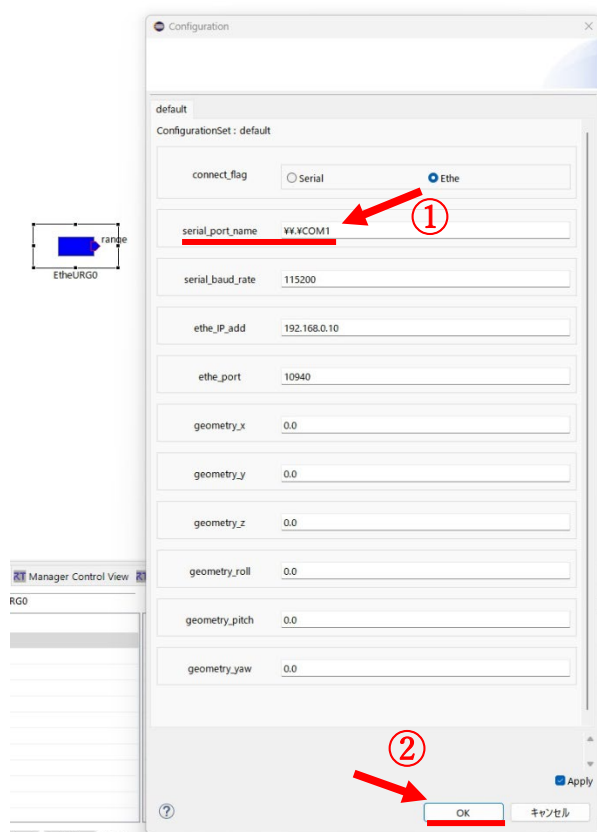
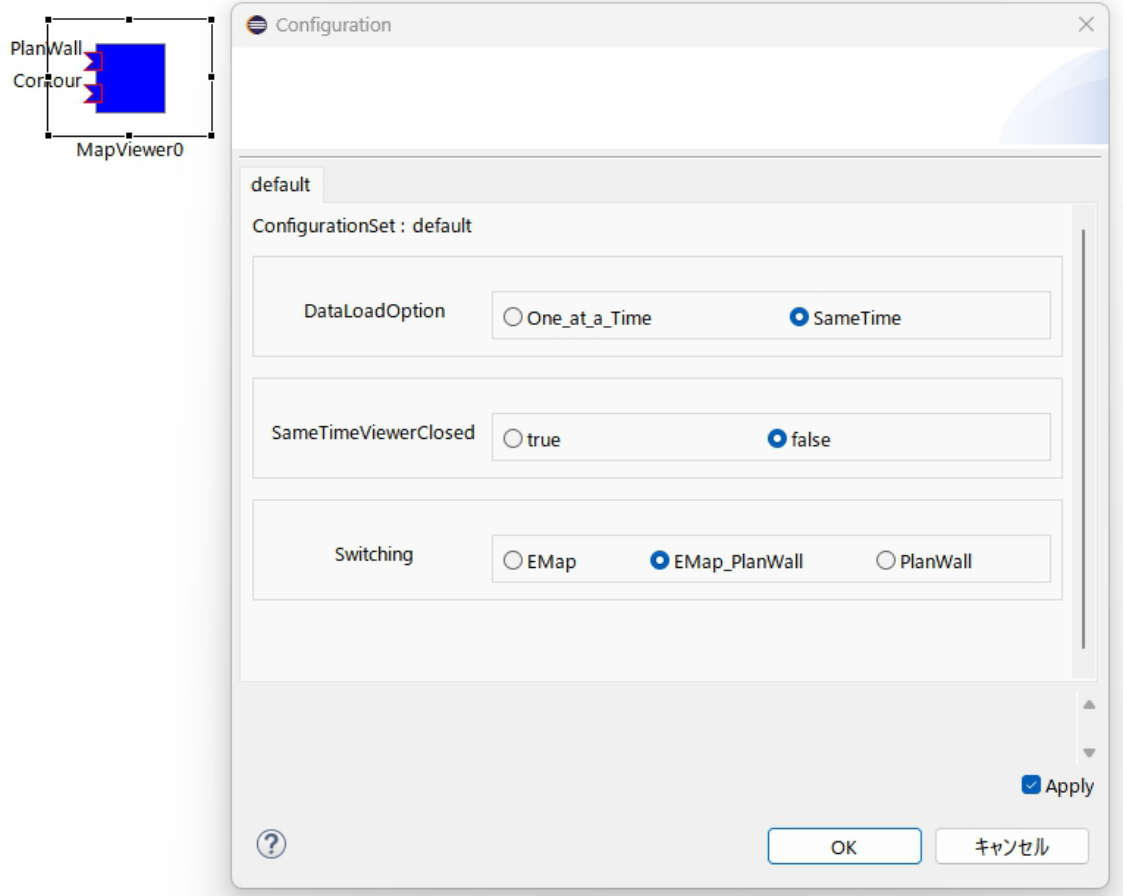

図 36 "EtheURG0" の Configuration ポート変更画面
図 44 "MapView0" の Configuration ポート変更画面
- ⑪ 図 36 から図 44 のように一部の RTC は，[System Editor]上で各 RTC を選択した上で，画面中央下部の[Configuration View]でにおいて Configuration ポートのデータを変更することができる．基本的に変更はしないが，「3.3 開発した RTC の概要」の各項目を参考に[EtheURG0]と[MeasurementSystem0]において，使用するデバイスに対する適切な接続方法にポート名等を変更する必要がある．